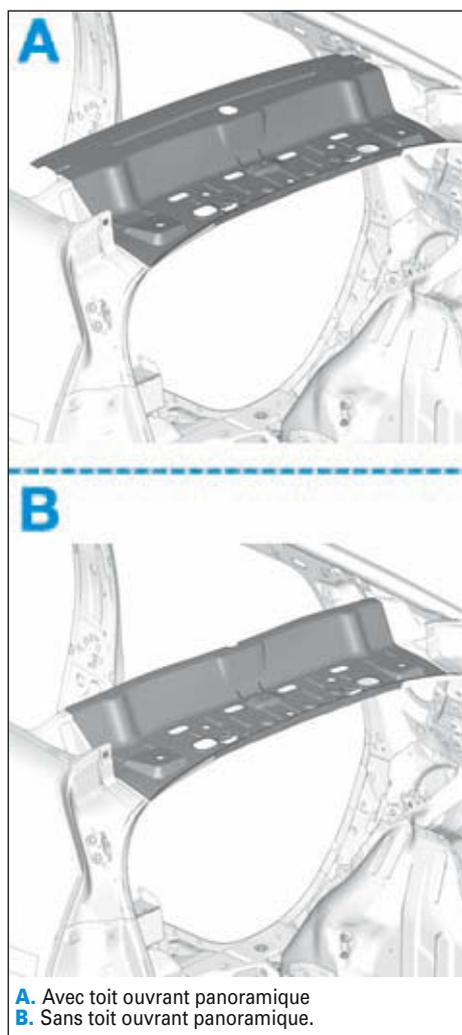

FIG.116
- Respecter la position de la pièce (Fig.116).